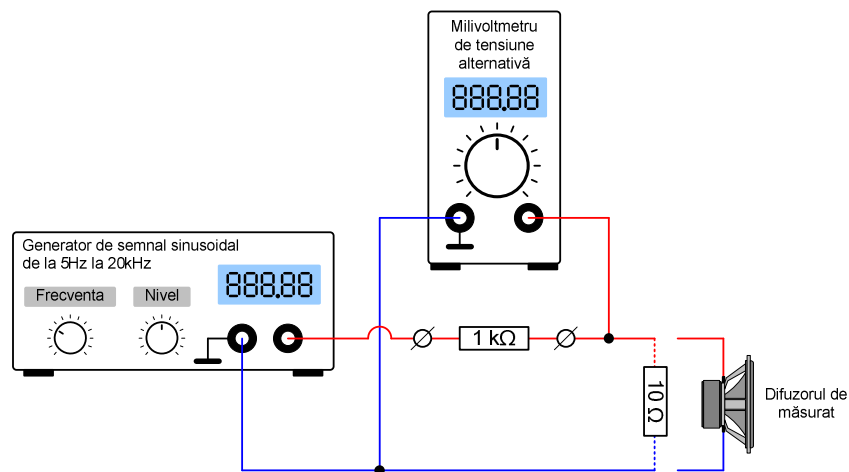

Figura 2.
Înainte de a-l conecta în montajul din Figura 2, difuzorul trebuie „rodât”. Îl lăsăm să cînte cu un semnal de 20 -30 de Hz, la nivel moderat timp de 12 ore. Procedura asta „înmoaie” suspensiile modificînd în special **f_s** și **V_{as}** cu un oarecare efect și asupra celorlalți parametri. În mod normal, difuzoarele de calitate nu prea își modifică parametrii după „rodaj”, de fapt raportul dintre **f_s** și **Q_{ts}** rămîne aproape constant, de aceea comportarea finală a difuzorului e cam la fel.
- 2). Instalăm difuzorul la cel puțin un metru față de obstacole... mobile, podea, perdele, corpul uman, etc. Pentru calibrare, conectăm în locul difuzorului rezistența de $10\ \Omega$ așa cum se vede în Figura 2.